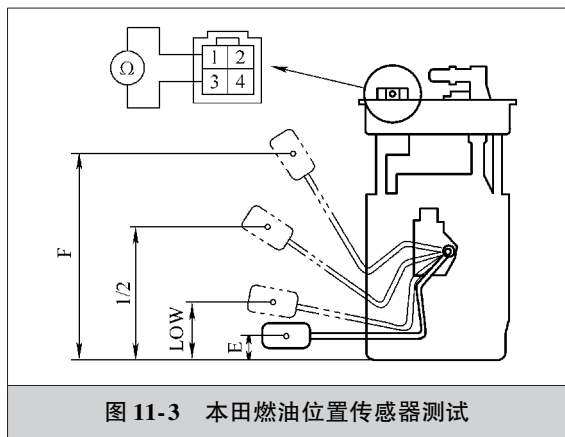

图 11-3 本田燃油位置传感器测试
- 2) 如图 11-3 所示，当浮标位于 E（无）、LOW（低燃油液位指示灯）、1/2（一半）与 F（满）位置时，分别测量燃油箱 4 芯插接器 1 号端子与 3 号端子之间的电阻。